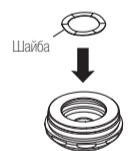

Рис. 7
- 1) Вложите шайбу любой стороной в крышку головки наконечника (Рис. 7).